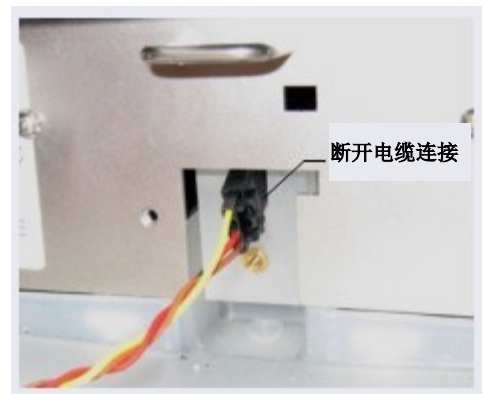

图 10-36. 泄漏传感器电缆
6. 与泄漏传感器连接的电缆连接至 DC 内部的电缆。继续拉动电缆，直至将两根电缆的连接器拉到部件板外部 (见 图 10-36)。